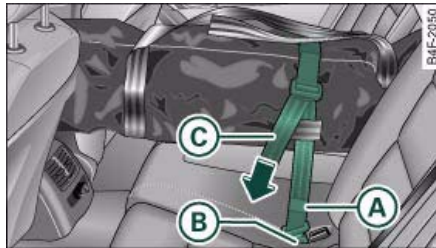

Fig. 94 Asiento trasero: Asegurar la bolsa
- Introduzca el cinturón de sujeción ① de la bolsa en el cierre del cinturón central ② ⇒ página 81, fig. 94.
- Apriete el cinturón de seguridad ③.